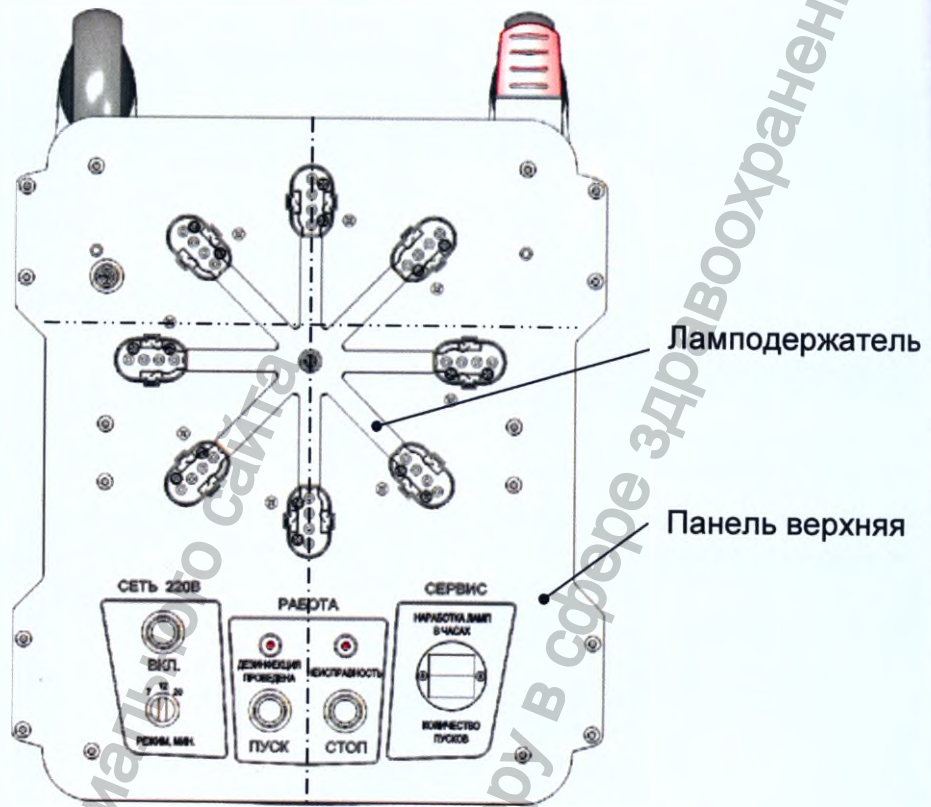
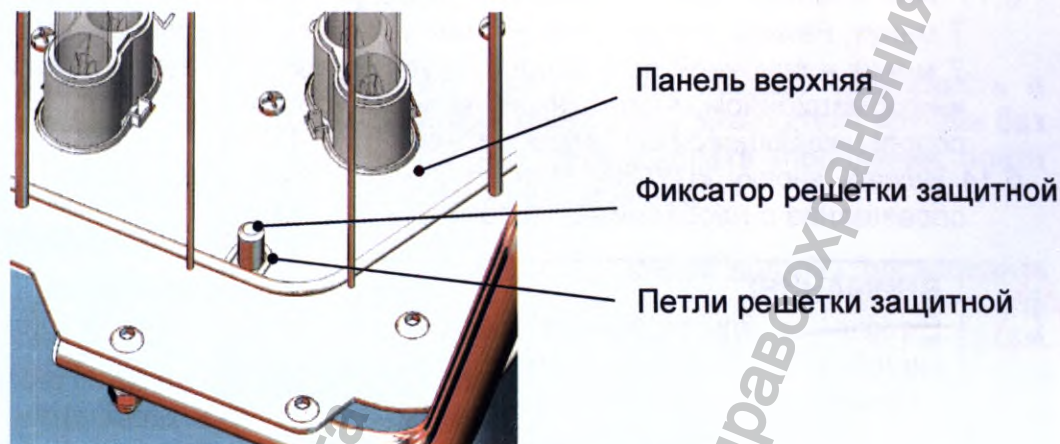
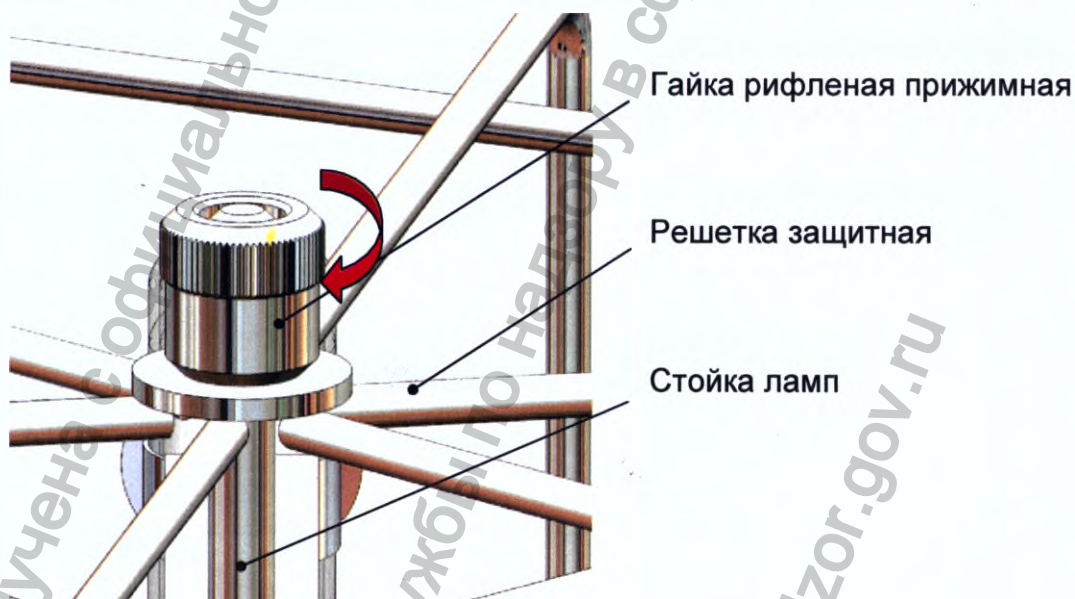

Рис. 20. Правильное угловое положение ламподдержателя.
Рис. 22. Установка решётки защитной.
Рис. 23. Фиксация решётки защитной
Выставить правильное угловое положение ламподдержателя относительно верхней панели установки в соответствии с рис. 20, и окончательно затянуть гайку М6 гайечным ключом S13.
- 6.7 Установить решетку защитную на верхнюю панель: верхнее центрирующее отверстие решётки совместить со стойкой ламп, а петли решётки – с фиксаторами, расположенными на верхней панели (рис. 22).
- 6.8 Зафиксировать решетку защитную гайкой рифлёной прижимной (рис. 23). Гайку закручивать вручную, без применения инструмента, до контакта с решёткой. При транспортировке гайка рифлёная прижимная зафиксирована на стойке ламп.
- Установить решетку защитную, зафиксировав ее прижимной гайкой (п.6.7 рис. 22 и п.6.8 рис. 23).
- Установить решетку защитную, зафиксировав ее прижимной рифлёной гайкой (п.6.7 рис. 22 и п.6.8 рис. 23).
- Установить защитную решетку на панель верхнюю, при этом стойка ламп должна проходить сквозь центрирующее отверстие в верхней части решетки, а каждая петля решетки была надета на ответный фиксатор на панели верхней (рис. 20 и рис.22).
- Слегка прижать решетку к панели, закрутив гайку рифлёную прижимную рис. 23.